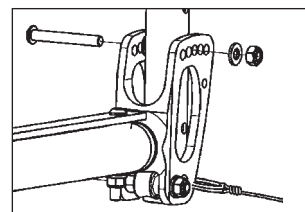

Figura 1
1. Allentare la vite superiore e rimuoverla insieme al dado e alla rondella (Figura 1).